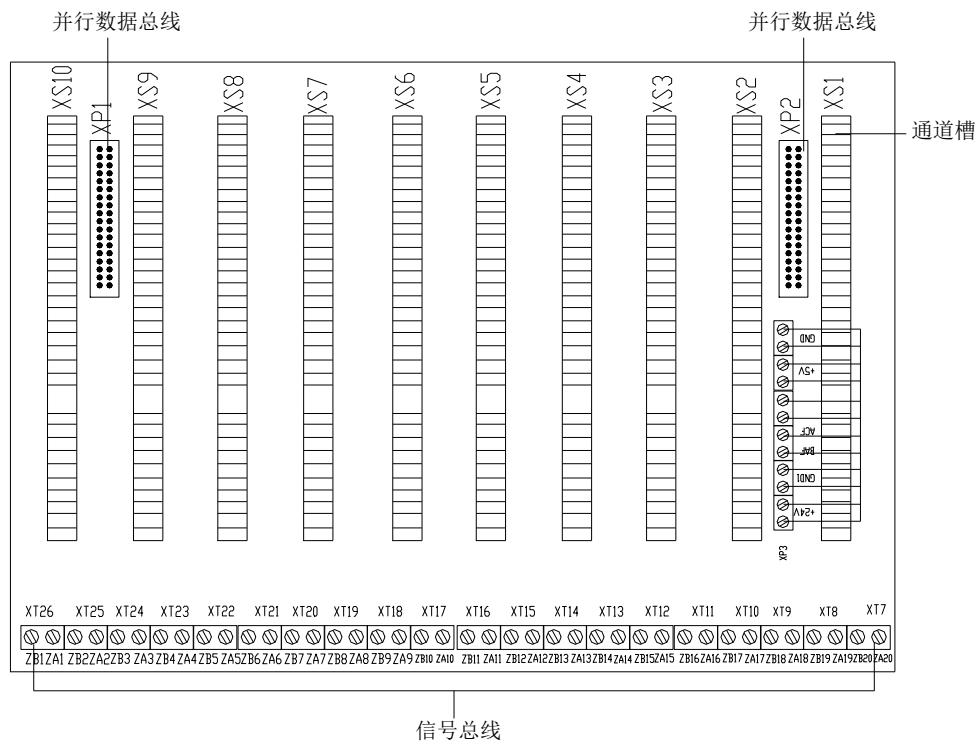

图 3-10 DH9000/T 和 DH9000/G1 母板结构
2) 母板、主板、回路板、通讯板（232、485）结构说明见图 3-10、3-11。